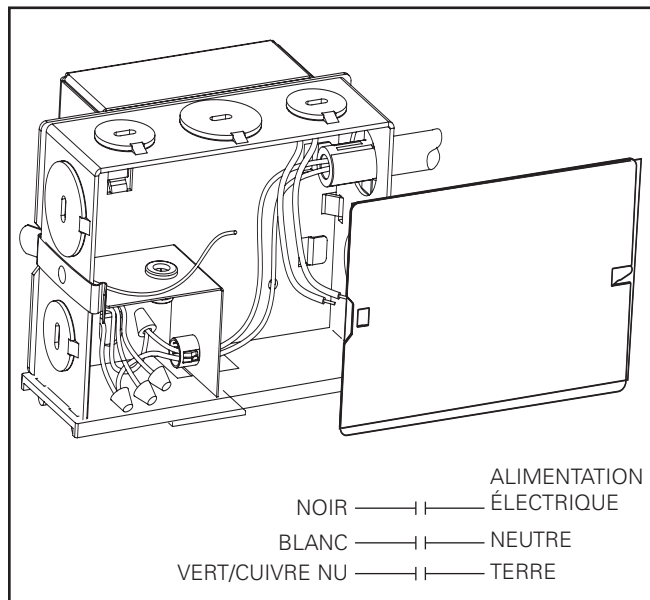

Figure 13.
2. Retirez le couvercle de la boîte de jonction (Figure 13).